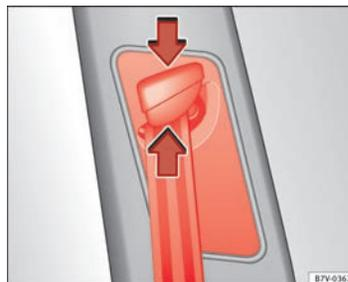

Fig. 15 Près des sièges avant : dispositif de réglage en hauteur de la ceinture.
- Maintenez appuyé le dispositif de guidage dans le sens de la flèche ⇒ fig. 15.